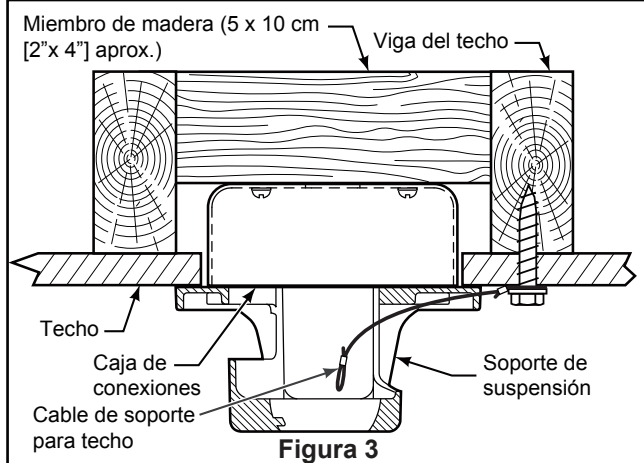

Figura 3
Uso del soporte (Figura 3)
3. Afloje los dos tornillos de fijación del soporte del barral de soporte para techo a través de la varilla. Introduzca los cables de color negro, blanco, azul cables y cable de seguridad a través de la varilla. (Figura 3)
- ☐ 1. Perfore un orificio de 1/4" en la estructura del edificio para evitar grietas con la instalación del tornillo de intervalo. Utilice el tornillo de intervalo de 3/8"x 2" y la arandela plana para fijar el cable de seguridad a la viga del techo o a la estructura de madera. Dicho tornillo pasará a través de arandela plana, la presilla del cable de seguridad y se fijará en la estructura del edificio. (Figura 3)
NOTA: el cable de soporte para techo no se puede asegurar solamente a la caja de conexiones; se debe asegurar directamente a la viga de techo o miembro estructural con el tornillo de cabeza cuadrada de 3/8"x2" y la arandela plana. (Figura 3)
- ☐ 2. Deslice el receptor en el soporte de suspensión antes de realizar el cableado como se muestra en la figura 3.
- ☐ **3.** Para que el ventilador sea funcional, instale las pila (incluidas) de 23A/12V en el transmisor del mando a distancia. Mientras el ventilador esté apagado. A continuación, siga el proceso de fijación remota de código. Si no se utiliza el ventilador durante un largo periodo de tiempo, extraiga la batería para evitar cualquier daño al transmisor. Almacene el mando a distancia en un lugar alejado del calor o la humedad excesiva. (Figura 3)